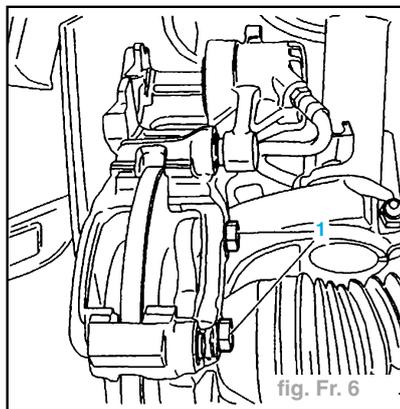

fig. Fr. 6
- Déposer les 2 vis (fig. Fr. 6).